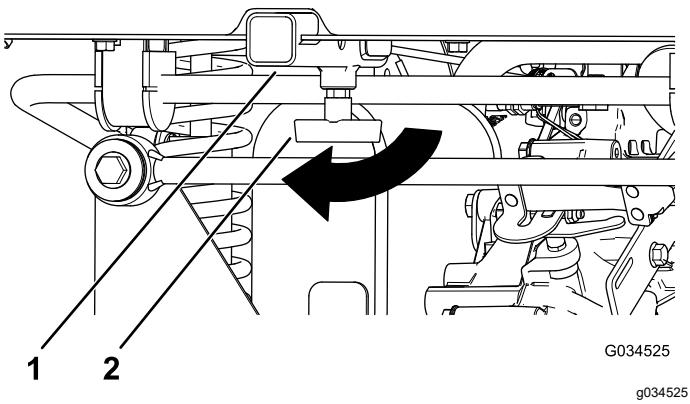

Figura 16
- Afloje la maneta en T girándola en sentido horario (Figura 16).
- Introduzca el accesorio en el receptor hasta que los taladros queden alineados (Figura 16).